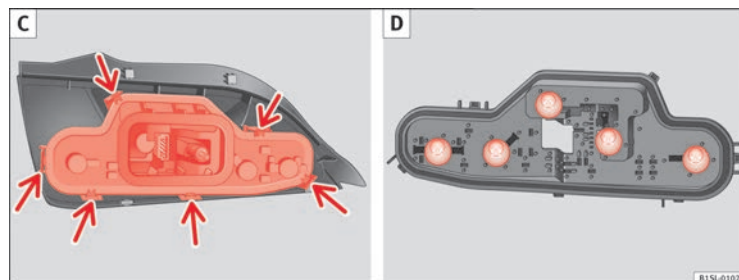

Fig. 149 Groupe optique arrière : C : Démontez le support d'ampoule D : Démontez les ampoules.
9. Déverrouillez le support d'ampoule sur les languettes de verrouillage (flèche) ⇒ fig. 149 C et retirez le support d'ampoule du feu arrière.
10. Remplacez l'ampoule défectueuse par une autre neuve identique ⇒ fig. 149 D.
11. Placez le porte-ampoule dans le groupe optique arrière. Les languettes de verrouillage (flèche) doivent s'encaster de manière audible ⇒ fig. 149 C.